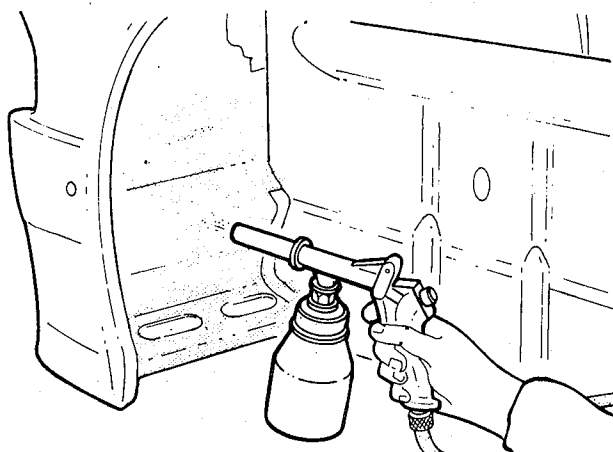

fig. 55
8. Vedar as junções do painel dianteiro com os pára-lamas com vedador de flanges dobrados e, em seguida, aplicar proteção contra lascamentos por pedras em toda a área afetada (fig. 55)